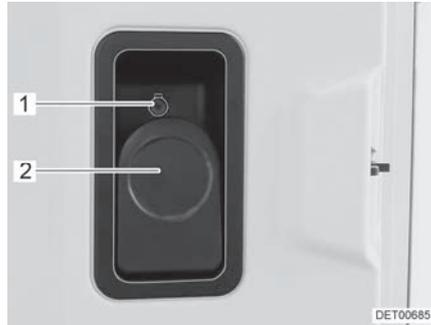

Fig. 31 Cerradura de la puerta
- Tirar de la palanca (Fig. 31,2).
- Hundir el botón de seguridad (Fig. 31,1).